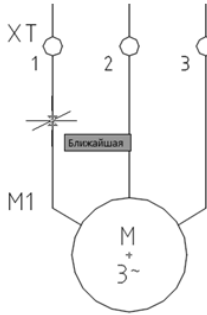

Рисунок 3.8 - Розміщення першої жили кабелю
34. У вікні **Вставить компонент** виберіть **Обозначение кабеля** і розмістіть першу жилу кабелю, як показано на рис. 3.8.